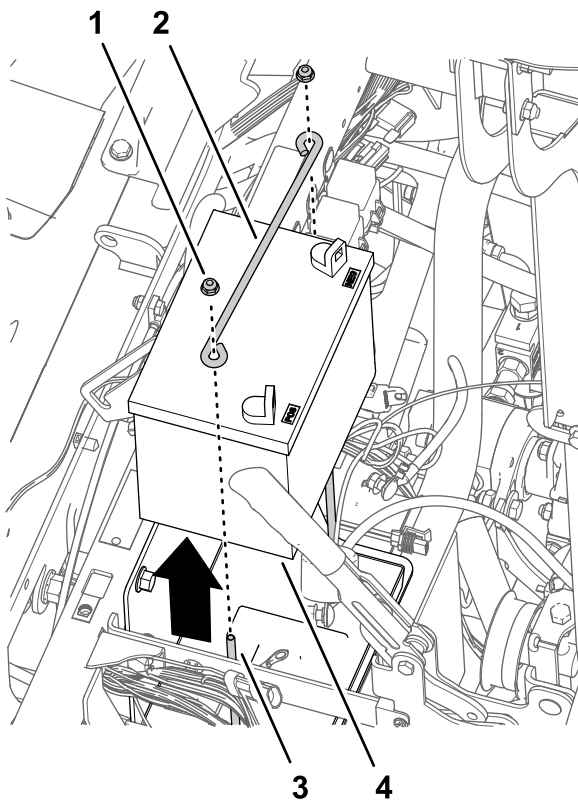

Bild 169
- Setzen Sie die Abdeckung, die Sie in Schritt 2 in Entfernen des Lenkrads \(Seite 74\) entfernt haben, auf das Lenkrad (Bild 169).
1. Nehmen Sie die zwei Sicherungsbundmuttern und die Befestigungsstange von den zwei J-Schrauben ab, mit denen die Batterie an der Batteriehalterung der Maschine befestigt ist (Bild 169).
2. Nehmen Sie die Batterie aus der Maschine heraus (Bild 169).